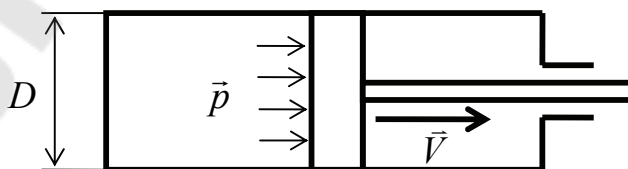

Рис. 11
4. На поршень гидроцилиндра (рис. 11) действует давление масла  $p = 10 \text{ Н/мм}^2$ . Диаметр поршня  $D = 100 \text{ мм}$ , его скорость  $V = 0,2 \text{ м/с}$ . Определить в кВт мощность силы давления масла. (Ответ: 15,7).